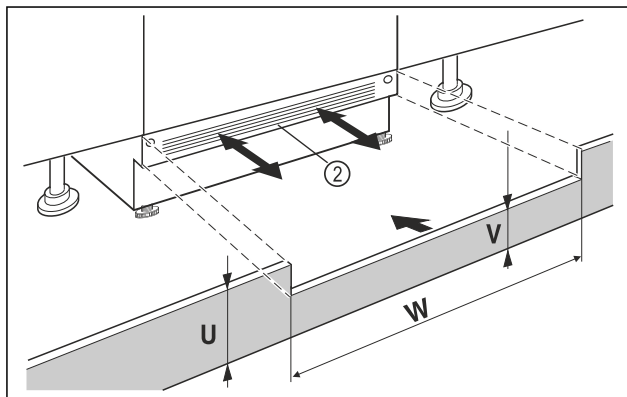

Fig. 88 Shembull ilustrues
- ▶ Vendosni kapakun e bazamentit të pajisjes Fig. 88 (2) por mos e fiksoni akoma.
- ▶ Kur kapaku i bazamentit është i dukshëm Fig. 88 (2), tërhiqeni atë përpara deri në atë pikë që buza e përparme e rretës së ajrimit dhe kapaku i bazamentit të mobilies të jenë në një nivel.
- ▶ Kur kapaku i bazamentit është i fshehur Fig. 88 (2), shtyjeni atë plotësisht prapa.
- ▶ Sigurohuni që kanalet e ajrimit të jenë plotësisht të lira: Nëse nevojitet, shkurtoni lartësinë e kapakut të bazamentit të mobilies Fig. 88 (U)!
- ▶ Përshtatni lartësinë Fig. 88 (V) nën kapakun e bazamentit të pajisjes Fig. 88 (2) përgjatë gjerësisë së dollapit Fig. 88 (W).